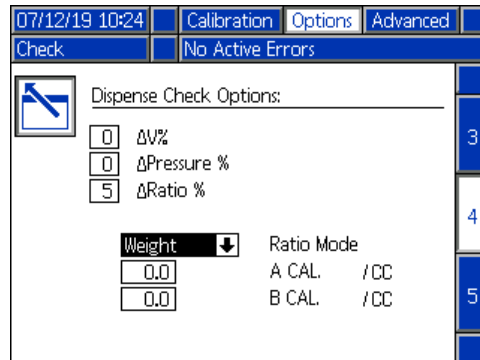

FIG. 32: Utmatningskontrollalternativ
11. Kontrollera att ett procentvärde skilt från noll är angivet i Delta-förhållandefältet och att en förhållandefunktion (vikt rekommenderas) är vald. Se Fig. 32.